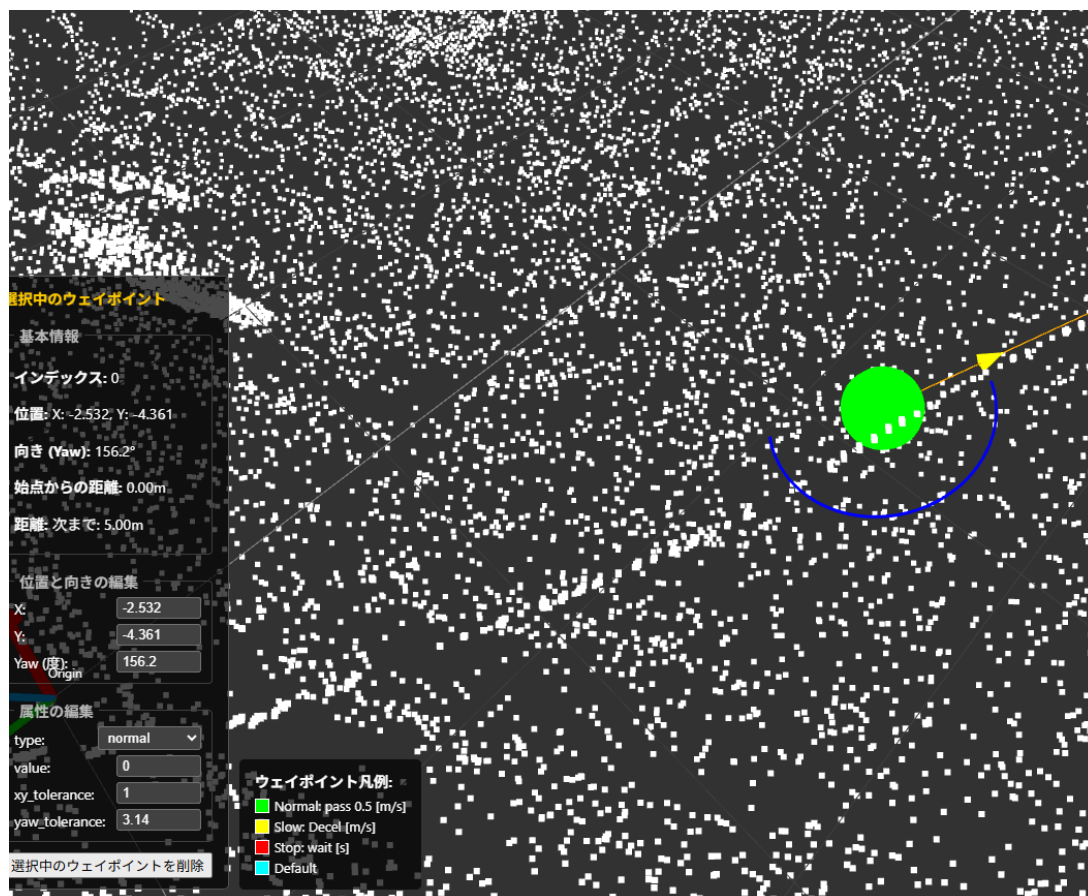

図 19: 3D Viewer で waypoint を選択した場合の画面
7 マッピングの実施後を想定し、図 18 の画面の続きから説明します。本章では、マッピングで生成された waypoint の形式の説明と、waypoint の編集を 3D Viewer から行う操作手順を説明します。waypoint とは、ロボットの目的地点のことであり、本システムでは、目標位置、目標姿勢、属性、到着判定の許容誤差、角度許容誤差から構成されます。3D Viewer 上では、図 19 の緑色の球体と黄色の矢印からなり、球体部分を選択すると、青色の半円「ギズモ」が表示されます。すると、画面左に「選択中のウェイポイント」というウィジェットが表示され、waypoint に関する編集が可能となります。
2. 図 18 のように 3D 点群地図と waypoint が表示されたら、waypoint を選択し、図 19 に示す、「選択中のウェイポイント」ウィジェットと、 Gizmo が表示されているか確認して下さい。